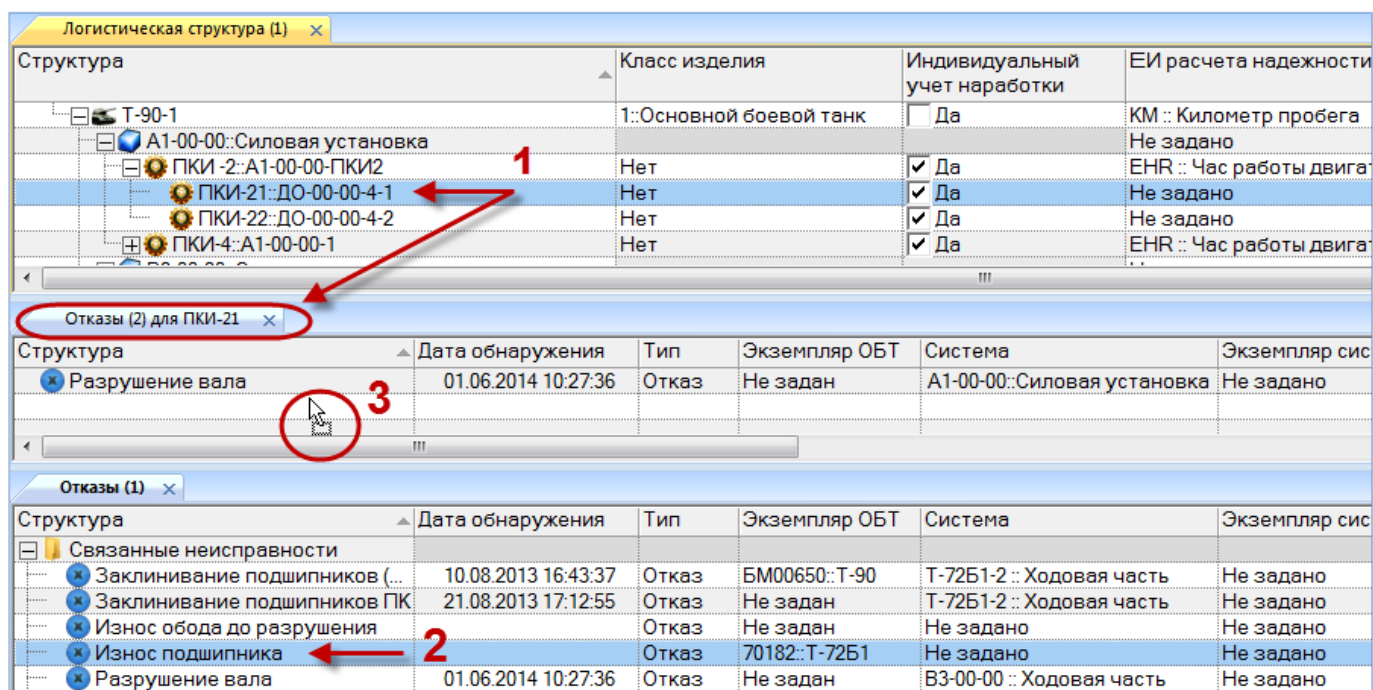

Рис. 26-35 – Переместить неисправность в окно связанных объектов
- 2) Выделить компонент в рабочем окне «Логистическая структура» и открыть окно связанных объектов «Неисправности» для выбранного компонента (1 на рис. 26-35).
- 3) Выделить неисправность в рабочем окне «Неисправности» (2 на рис. 26-35).
- 4) Переместить с помощью мыши неисправность в окно связанных с компонентом неисправностей – появится подсказка вида «+ Создать связь X объект(ов) в ...» (3 на рис. 26-35). Отпустить кнопку мыши.